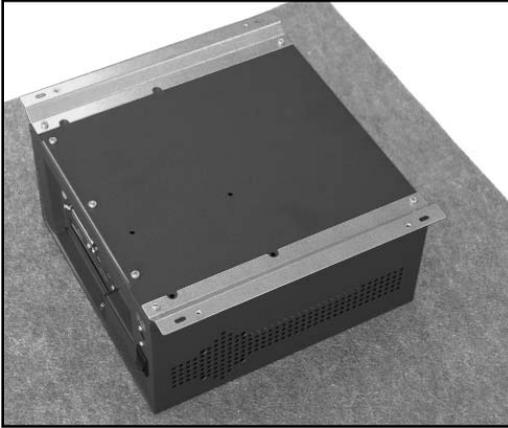

Bild 1
1. Legen Sie den NanoServer auf den Gehäusedeckel. Verwenden Sie eine weiche Unterlage um Kratzer zu vermeiden. (Siehe Bild 1)